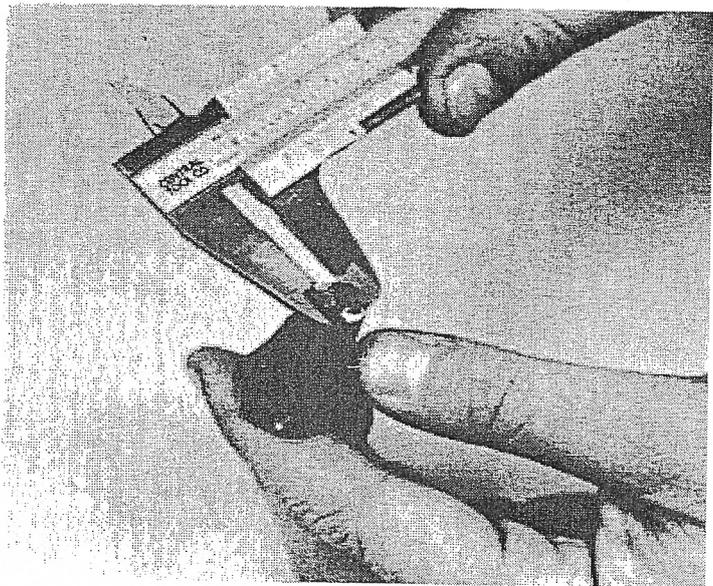

FIG. 43
11. Hay una espiga en la parte trasera de cada horquilla que entra en una de las tres ranuras labradas en el tambor de cambios. Ahora mide el diámetro de cada espiga y mide su ranura correspondiente en el tambor. Esto te dirá cuanto movimiento lateral tiene las horquillas cuando están enganchadas en una de las marchas. Si esta holgura es excesiva, puede hacer que salten las marchas, o se "coma" una de ellas. Mide primero el diámetro de la espiga de la horquilla de primera y tercera (Fig 43).